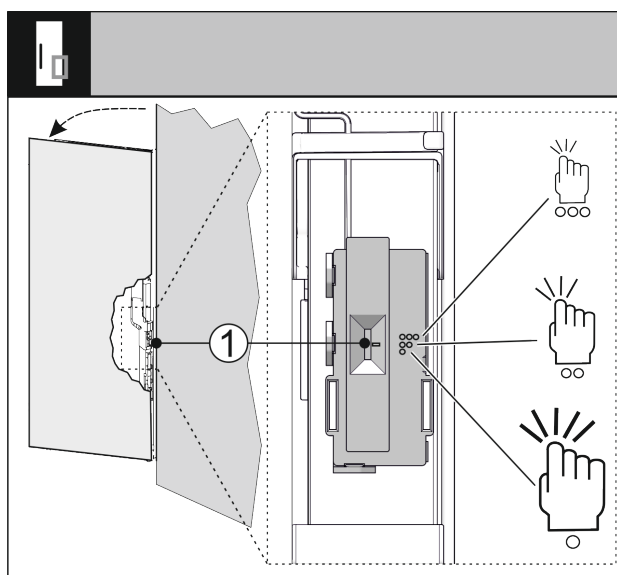

Fig. 92
Vous pouvez régler la sensibilité du capteur de frappe à l'aide d'un interrupteur Fig. 92 (1). L'interrupteur se situe du côté des charnières, dans le tiers inférieur de la porte.
- Pousser l'interrupteur Fig. 92 (1) dans la position souhaitée.